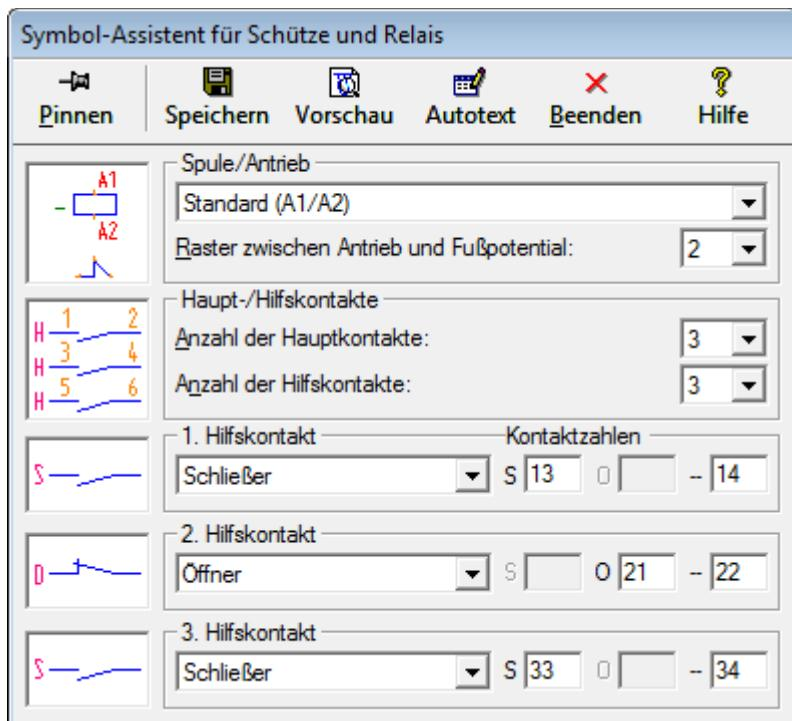

Abbildung 4.2.46: Symbolerstellungs-Assistent für Schütze und Relais
**TIPP** Zur einfachen und schnellen Erstellung von Symbolen stellt Ihnen Treesoft CAD einen leistungsfähigen Symbolerstellungs-Assistenten zur Verfügung (siehe Abbildung 4.2.46). Dieser führt Sie schrittweise durch die Erstellung eines Symbols für Schütze und Relais bzw. für Geräte. Durch den Einsatz dieses Assistenten wird Ihnen die Symbolerstellung in Treesoft CAD erheblich vereinfacht. Der Aufruf des Assistenten zur Symbolerstellung erfolgt im Menü **Symbol** über den Befehl **Erstellen > Schütze und Relais** oder **Geräte**. Über den Befehl **Freie Definition** wechseln Sie in einen speziellen Symbolerstellungs-Modus zur freien Symbolerstellung. In diesem haben Sie über eine kontextbezogene Symbolleiste alle wichtigen Funktionen zur Symbolerstellung im direkten Zugriff.